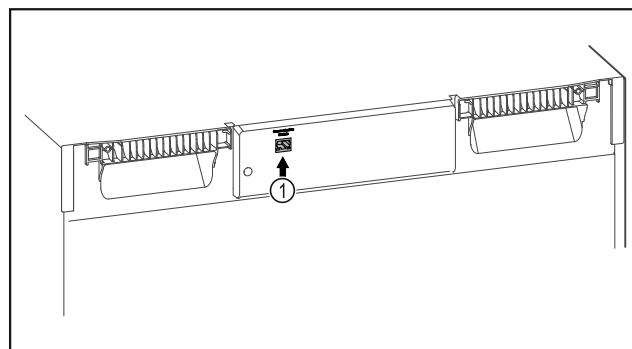

Fig. 107
- SmartModule Fig. 107 (1) установлен.